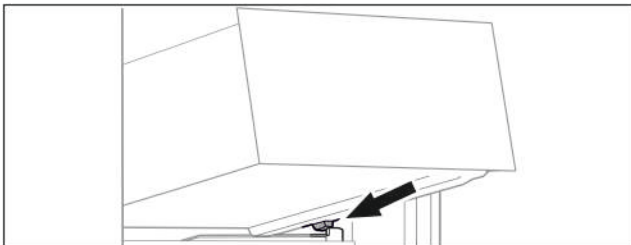

Fig. 15
- ▶ Встановити висувний ящик за стопорами на ребро для резервуару навкоси Fig. 15 (1).